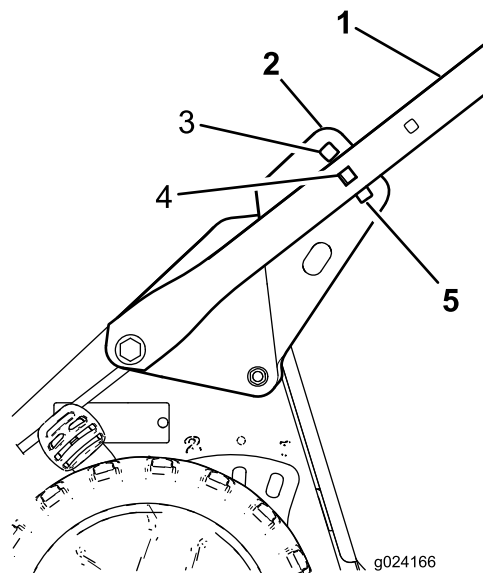

Figura 5
5. Stai în poziția de operare pentru a determina înălțimea mânerului care este cea mai confortabilă pentru dumneavoastră (**Figura 5**).